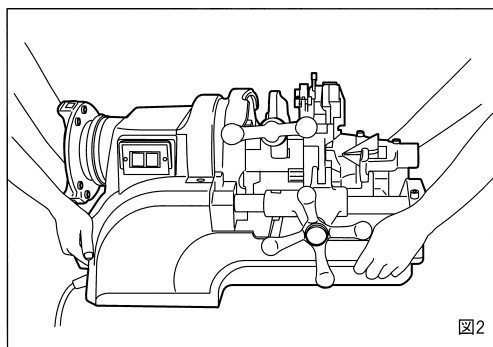

図2
1. マシンの運搬 (図2)
① S80AⅢ (自動切上・固定微自動切上ダイヘッド) の場合